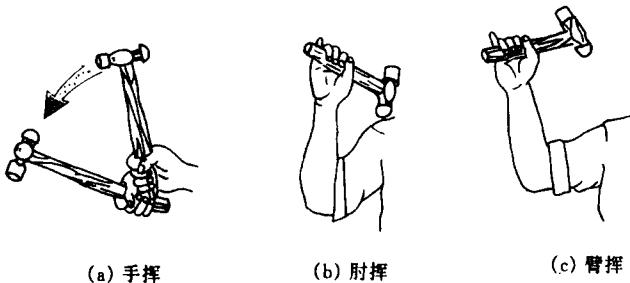

图 1-2-6 挥锤方法
(3) 挥锤方法 挥锤方法分手挥、肘挥和臂挥三种(图 1-2-6)。